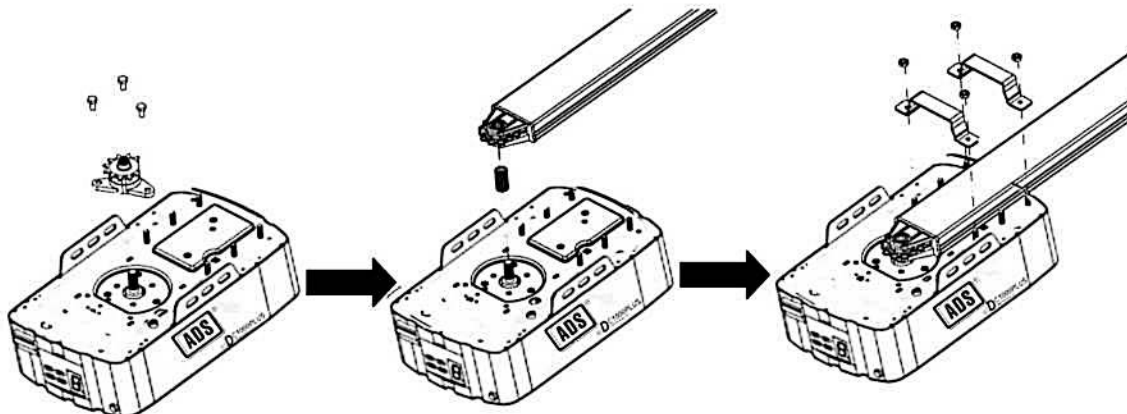

Fig.36
**6.-Intercambios Entre Riel "T" y Riel "C".****6.1.-Cambio de Riel "T" a Riel "C" (Fig.36).**